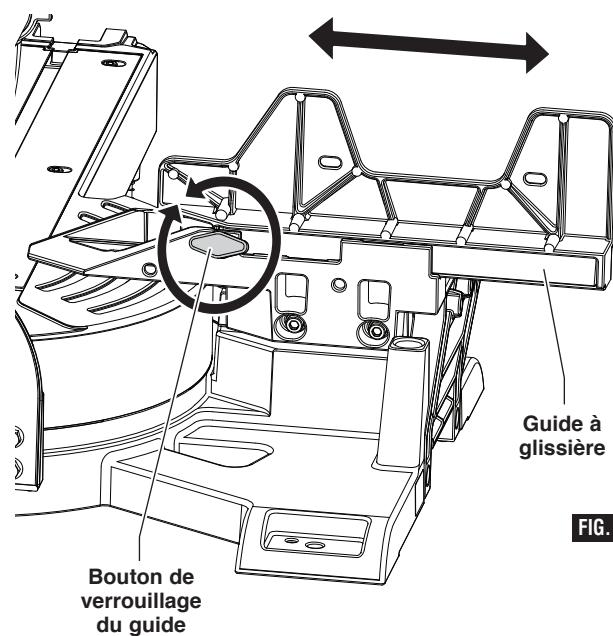

FIG. 30
- Desserrez d'un demi-tour le bouton de verrouillage du guide (en tournant dans le sens inverse des aiguilles d'une montre) pour desserrer le guide (voir la figure 30).
- Desserrez de quatre tours le bouton de verrouillage du guide (en tournant dans le sens inverse des aiguilles d'une montre) (voir la figure 30).